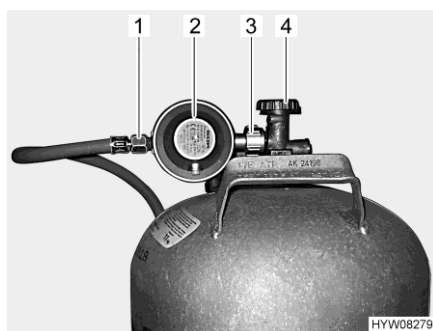

Fig. 66 Raccordo bombola del gas
- Chiudere la valvola principale di arresto (Fig. 66,4) della bombola del gas. Osservare la direzione della freccia.
- Tenere fermo il regolatore di pressione del gas (Fig. 66,2) e aprire il dado zigrinato (Fig. 66,3) (generalmente filettatura sinistra).
- Rimuovere il regolatore di pressione del gas con il tubo del gas (Fig. 66,1).
- Collocare il regolatore di pressione del gas (Fig. 66,2) con il tubo del gas (Fig. 66,1) sulla bombola del gas e serrare il dado zigrinato (Fig. 66,3) (generalmente filettatura sinistra). **Non** tirare con molta forza.